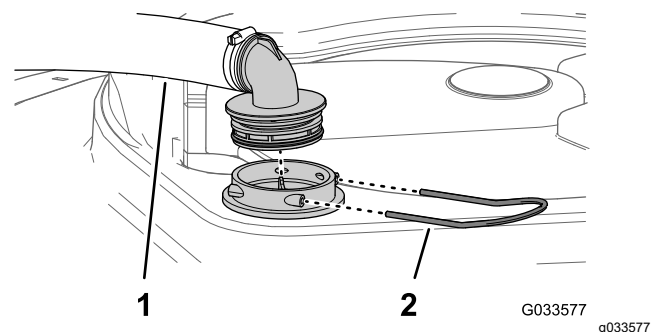

Figure 58
2. Au sommet de la cuve du pulvérisateur, retirez l'étrier qui fixe le raccord de flexible sur le grand flexible et le logement du filtre (Figure 58).
3. Retirez le flexible et le raccord du logement du filtre (Figure 58).